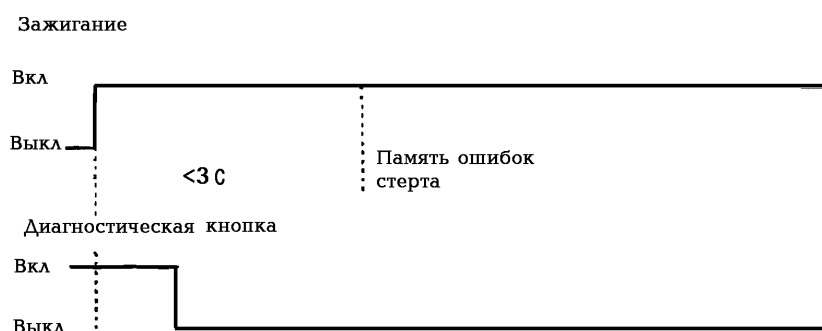

Рис. 46. Стирание памяти ошибок (блинк-кодов)
**Стирание памяти ошибок.** После устранения неисправностей в системе необходимо стереть ошибку из памяти ошибок блока управления, как это показано на рис. 46. Для этого необходимо при выключенном зажигании нажать диагностическую кнопку и отпустить только после включения зажигания. Менее чем через 3 с память ошибок стерта.